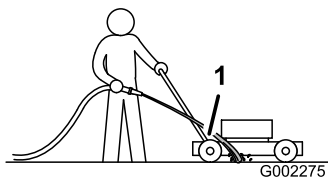

Рисунок 22
3. Удерживая садовый шланг на уровне рукоятки, направьте поток воды на землю непосредственно перед правым задним колесом (Рисунок 22).